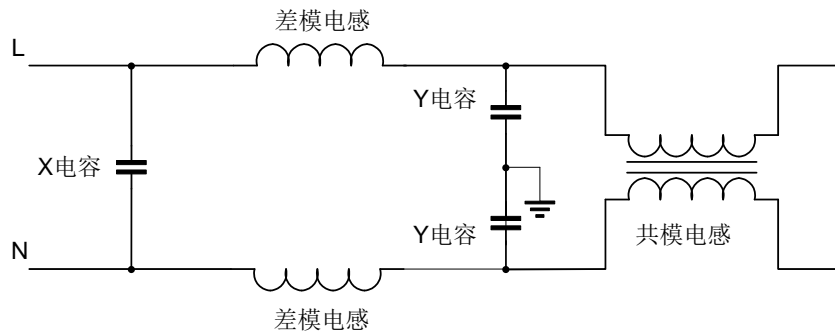

图 10. 常见的 EMI 滤波器结构
3. 合理设计 EMI 滤波器。使用差模电感和 X 电容，可以有效地抑制开关电源的差模噪声。使用共模电感和 Y 电容，可以有效地抑制开关电源的共模噪声。常见的 EMI 滤波器结构如图 10 所示。需要注意的是，由于寄生电容的存在，电感的阻抗会在某一个频率后急剧下降，所以无法抑制该频率以后的噪声，共模电感这种现象尤为明显。因此，要尽量选用低磁导率的磁性材料，优化电感绕法，减小寄生电容。